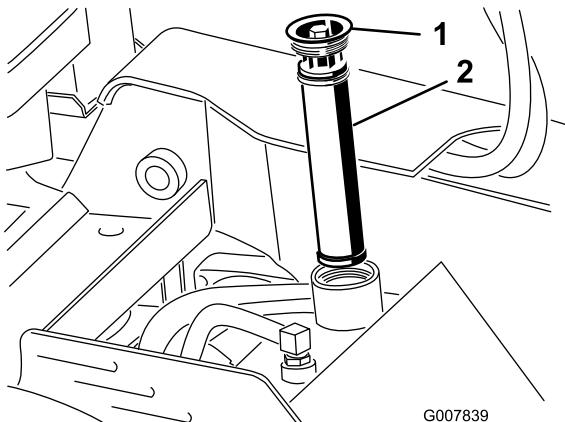

Figura 18
5. Limpie la zona alrededor del cuello de llenado del depósito de aceite hidráulico, y retire el tapón y el filtro del cuello de llenado usando una llave de tubo (Figura 18).